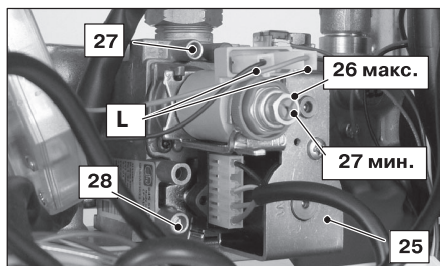

Рисунок 7.3
- Выключив котел (приведя его в нерабочее состояние), проверьте давление питания при помощи отвода 28 (см. Рисунок 7.3) и сравните считанное значение со значениями, приведенными в таблице «номинальное давление газа» в разделе «Технические характеристики» на с. 21.
- Тщательно закройте отвод для замера давления 28 (см. Рисунок 7.3).
- Откройте отвод для замера давления 27 (Рисунок 7.3) и подсоедините манометр.
Чтобы откалибровать давление в горелке, поворачивайте большую шестиугольную латунную гайку модулирующего устройства 26 (макс.), см. Рисунок 7.3 (при вращении гайки по часовой стрелке давление увеличивается).
- Отсоедините один из двух проводов питания «С» модулирующего устройства 26. Внимательно следите за тем, чтобы не прикасаться к металлическим частям котла (см. Рисунок 7.3).
- Подключите провод питания «С» к модулирующему устройству (Рисунок 7.3).
- Закройте отвод для замера давления 27 (Рисунок 7.3).
ВАЖНО! Измерив давление газа, необходимо тщательно закрыть отводы, использованные для замера давления (28 и 27, Рисунок 7.3). После проведения всех операций по регулировке газа необходимо опломбировать регулировки клапана.
- Откройте отвод для замера давления 27 (Рисунок 7.3) и подключите манометр.